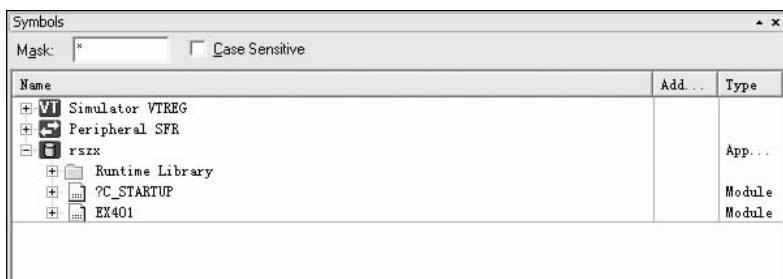

图 2-14 符号窗口
(7)符号窗口。View 菜单中的 Symbol Window 选项用于符号窗口的显示/隐藏切换,选择该选项,弹出如图 2-14 所示的符号窗口,窗口中显示的是当前程序中的各种符号。在 Mask 文本框中输入希望显示的符号名,对应的符号信息将立即显示在窗口中。选中 Case Sensitive 复选框可区分大小写。